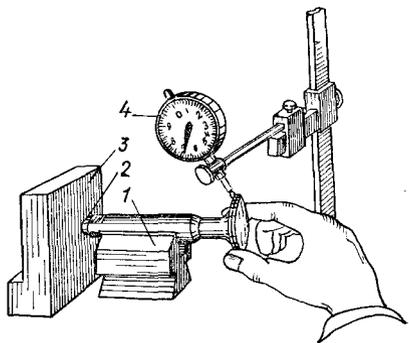

Рис. 118. Проверка бие-ния рабочей фаски клапана:
- 7) клапаны, их основные размеры. Биение рабочей фаски клапанов — не более 0,08 мм — проверьте индикатором (рис. 118). Выработку, подгорания и наклеп на рабочей фаске клапана глубиной более 0,1 мм выведите шлифовкой на шлифовальном станке или бархатным напильником и шлифовальной шкуркой с абразивным зерном № 170 на токарном станке. Перед шлифовкой фаску обработайте резцом. Угол рабочей фаски после шлифовки должен быть $45^\circ \pm 30'$. Высота цилиндрическая пояска выпускных клапанов должна быть не менее 1,5 мм, впускных — не менее 0,8 мм.